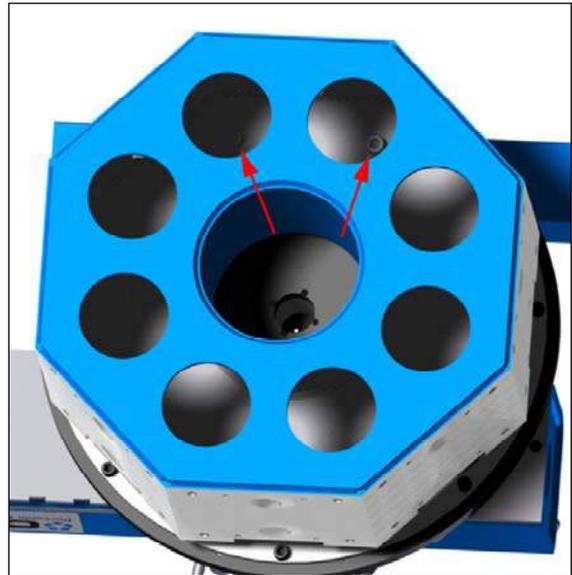

FIGURA 3-36. ELIMINAR LOS PERNOS DEL PORTABROCAS
4. Quite los ocho cierres que aseguran el portabrocas a la mesa giratoria (véase Figura 3-36). Para el FF7200 hay tornillos M16, mientras que para el FF8200 hay tornillos M20.